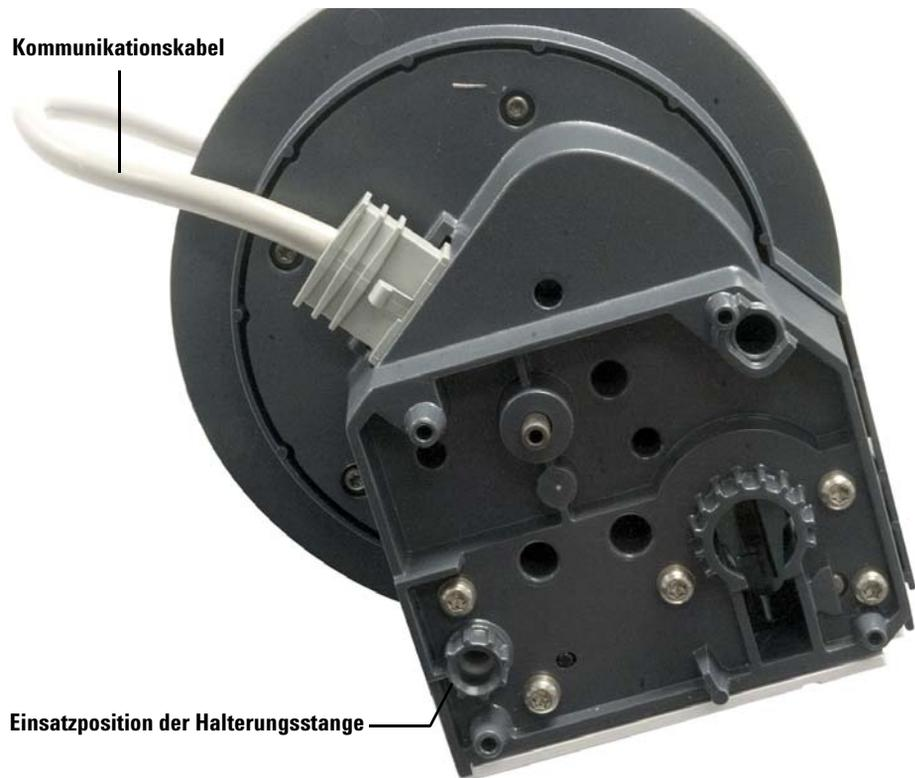

Abb. 19 Einsatzpositionen von Übertragungskabel und Halterungsstange
- 2 Schließen Sie das Übertragungskabel an den vorderen Turm an (Abb. 19). Falls Sie den G4521A Spritzenträger für großvolumige Spritzen in einem Turm installiert haben, verwenden Sie diesen als vorderen Turm.
Beachten Sie die Einsatzposition der Halterungsstange in der Turmbasis (Abb. 19).